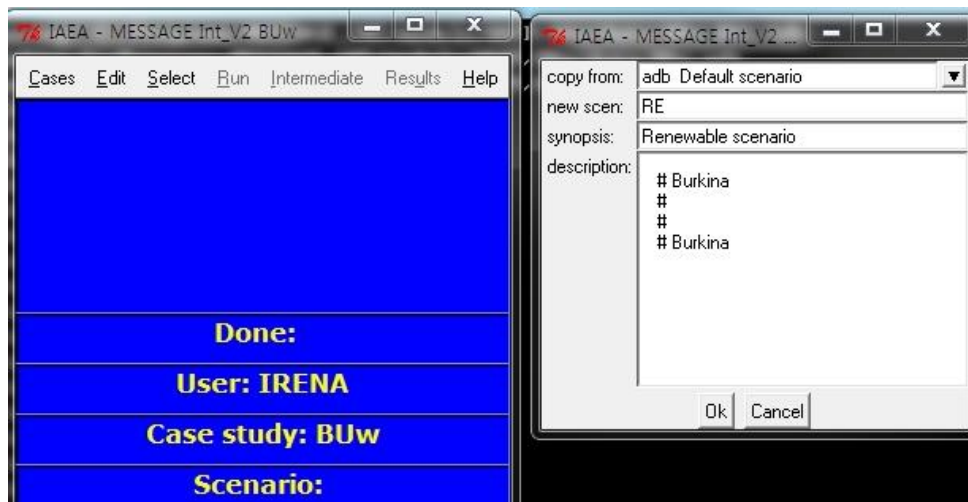

Figure 2. Windows to create a new case study by copying Figure 2. Fenêtre pour créer une nouvelle étude de cas par copie
- b. Select “Cases / Scenario / Copy Scenario” and in the pop-up window (Figure 2)
Sélectionnez “Cases / Scenario / Copy Scenario” et une fenêtre s’ouvrira (Figure 2)